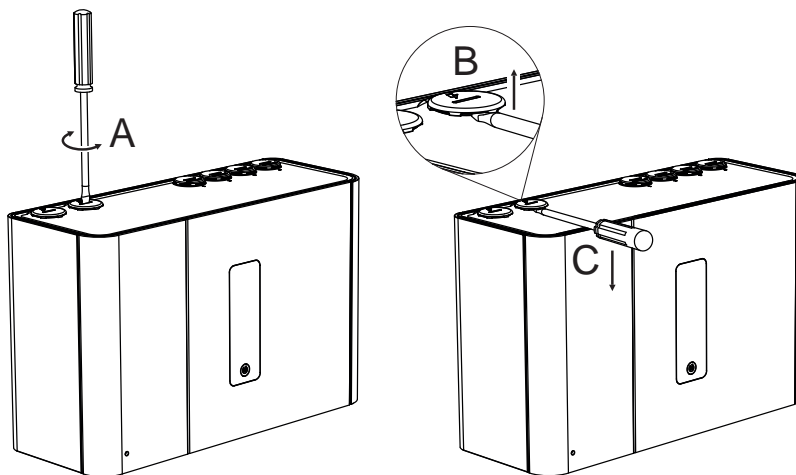

Figure 4-2: Retirer le câble et les bouchons d'entrée de tube
- Retirez le câble et les bouchons des ports d'entrée des tube. Insérez un tournevis large dans la fente et exercez un mouvement de torsion (A), ou utilisez un petit tournevis dans les fentes latérales (B) pour soulever le bouchon (Figure 4-2). Utilisez le bord du détecteur (C) comme point de levier afin d'éviter d'endommager le boîtier.